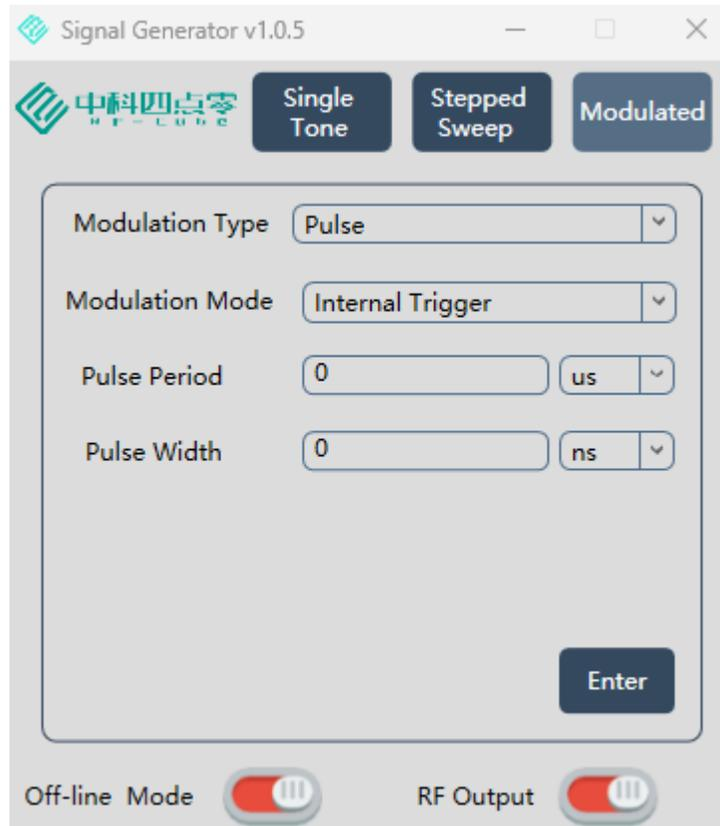

图11. 触发界面图
在设置与显示区②的 Modulation type 右侧下拉菜单选择 Pulse 后；如图 11 所示：